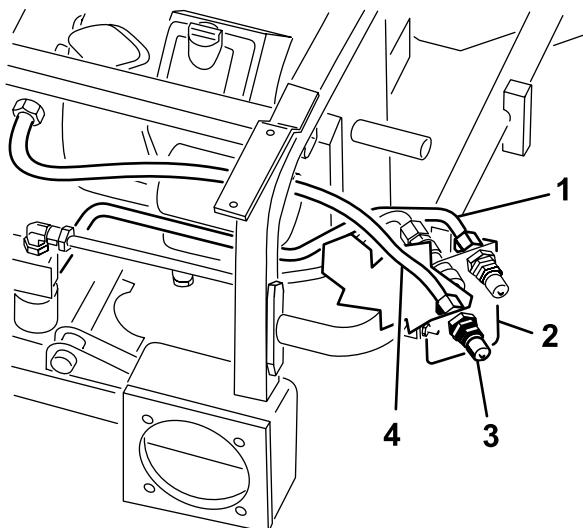

Figura 16
7. Conecte provisionalmente el tubo hidráulico n.º 5 (manguera) al acoplamiento macho inferior (Figura 16).